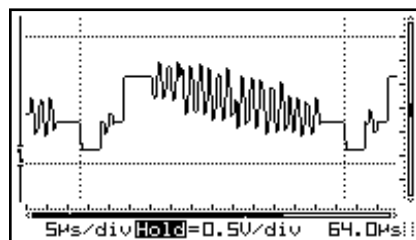

Fig 16
- **Marcadores**: marcadores móviles para efectuar mediciones en la señal (véase abajo) (Fig. 16)